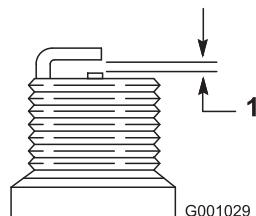

Figure 49
- Réglez l'écartement des électrodes de la nouvelle bougie à 0,76 mm (0,030 po) (Figure 49).